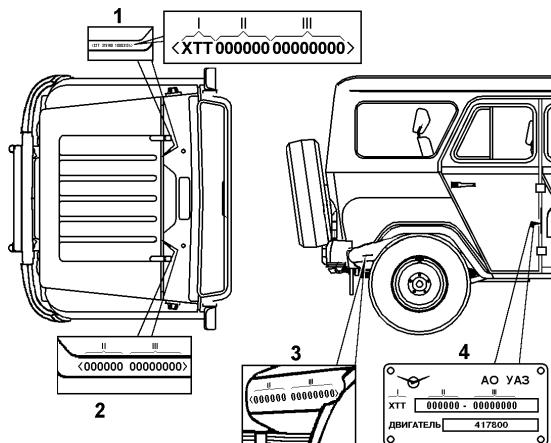

Рис. 1.4. Маркировка транспортного средства:
**Идентификационный номер транспортного средства** (рис. 1.4) выбивается на табличке заводских данных и на горизонтальном фланце верхней панели передка (под капотом, с правой стороны).
**Заводская табличка автомобиля** (см. рис.1.4) расположена на центральной стойке боковины кузова с правой стороны автомобиля (в проеме задней боковой двери).
**Номер кузова** (см. рис.1.4) выбивается на горизонтальном фланце верхней панели передка (под капотом, с левой стороны).
**Номер шасси** (см. рис.1.4) выбивается на правом лонжероне рамы (в задней части).